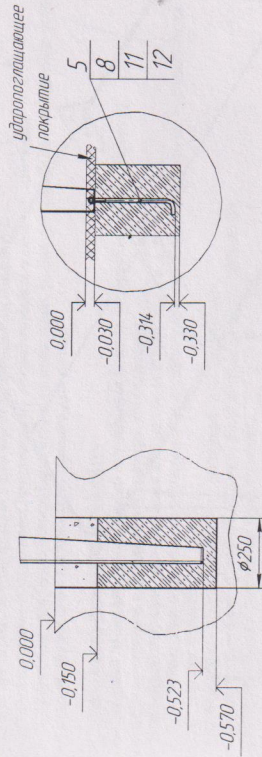
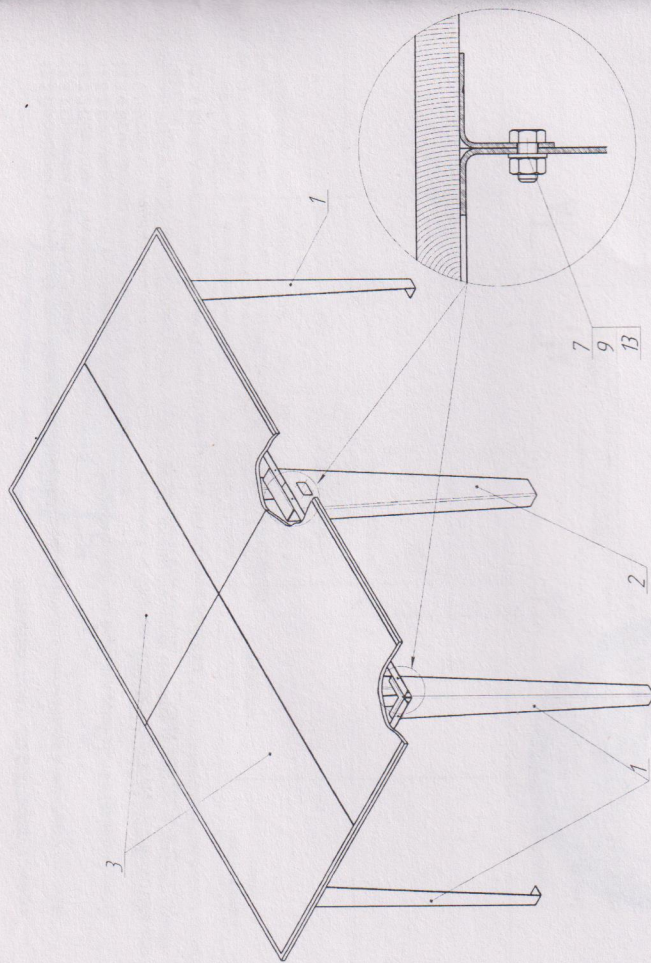

Рис. 4.
Рис. 5.
12.3.2 Подготовить прямки по схеме на рис. 4.
12.3.3 Собрать Изделие согласно рис. 5 или 6 с применением фиксатора резьбы и установить в приямки (рис. 4).
- 12.3.7 Произвести сборку и монтаж изделия (см. рис. 1, рис. 4, 5, 6), выставив его по уровню.